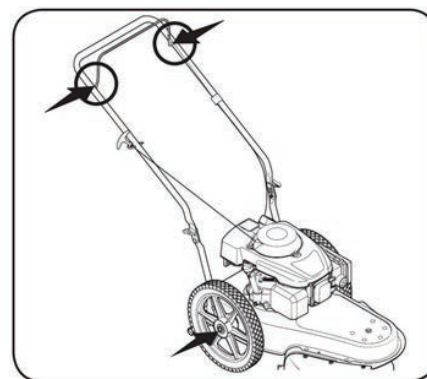

Figure 4-1
5. Lubrifiez les points de pivotement de la poignée d'accélérateur au moins une fois par saison avec de l'huile légère. Cette commande doit fonctionner librement dans les deux sens. Voir la figure 4-1.
6. Lubrifiez les roues au moins une fois par saison avec de l'huile légère (ou de l'huile moteur). Si les roues sont démontées pour une raison quelconque, lubrifiez la surface du boulon d'essieu et la surface intérieure de la roue avec de l'huile légère. Voir la figure 4-1.